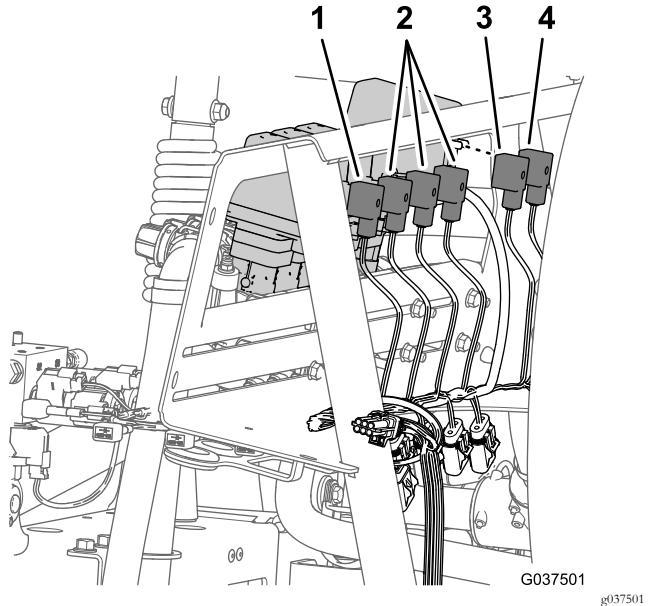

Figura 22
- Nella parte posteriore del supporto del collettore, scollegate il connettore a 3 prese dalla valvola dell'agitatore e i connettori a 3 prese dalle 3 valvole della sezione delle barre (Figura 22).